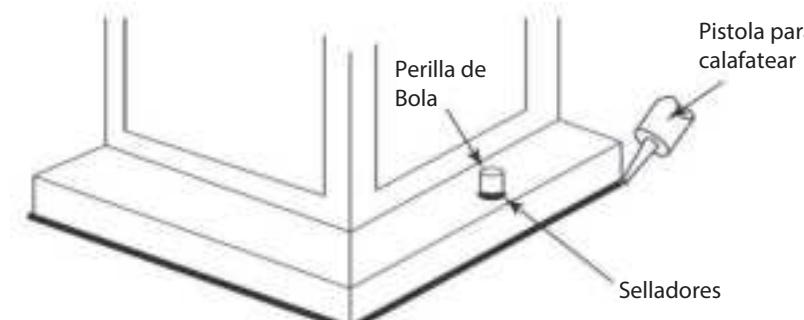

Figura 2
- Conecte el cable de alimentación positiva (A) (normalmente negro el lado no marcado suave del cable de dos conductores) de plomo accesorio positivo (B) con un giro de tamaño appropriate connector - **Véase la Figura 2 y 3.**
- Conecte el cable de alimentación negativa (C) (por lo general de color blanco o el lado marcado estriado del cable de dos conductores) de plomo accesorio negativo (D).
Loop alambre de tierra (E) (generalmente de cobre o verde recubierto de plástico) debajo de la cabeza del tornillo de tierra (S) en la brida de montaje accesorio (M) y conectar con el extremo suelto del cable de tierra luminaria directamente al cable de tierra del sistema de construcción con un tamaño adecuado twist-connectores - **Véase la Figura 2.**
Después asegurar fijo en su lugar, se re comienda que la distancia entre la parte superior y la base de montaje del acceso rio se sellará con cualquier buen masilla impermeable de calidad o sellador de silicona (no incluido). También se recomienda que una pequeña capa de madilla o sellador de ser sometidos a los mandos de bolas utilizadas para montar accesorio – Véase la Figura 2.